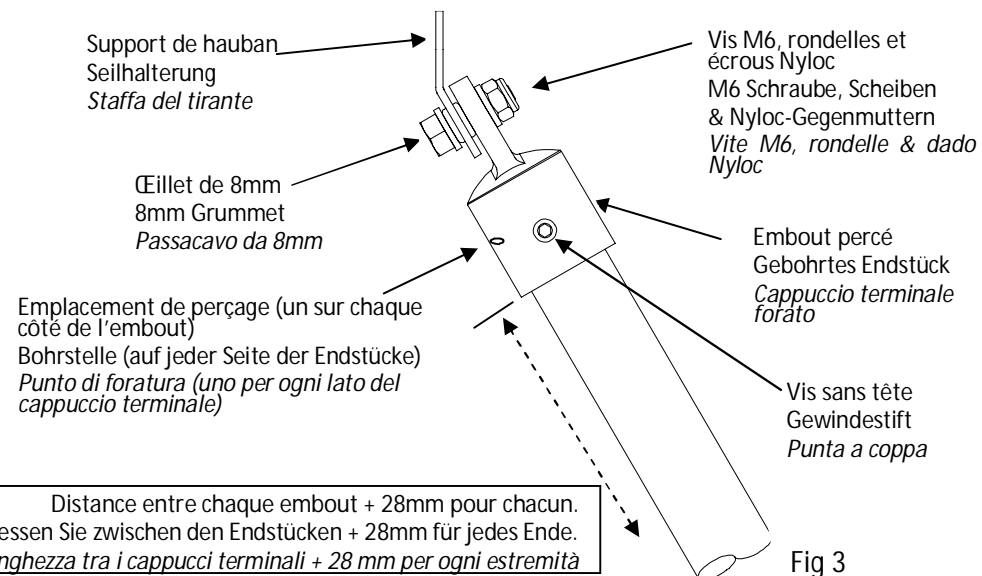

Fig 3
Fixation des embouts aux barres de maintien (voir figures 3 et 4) :
- Attachez les embouts supérieurs aux supports de hauban à l'aide des vis M6x20, rondelles et écrous Nyloc (Fig.3).
- Befestigen Sie die oberen Endstücke mittels M6x20 Schrauben, der Scheiben & Nyloc-Gegenmuttern an den Befestigungswinkeln (Abb. 3).